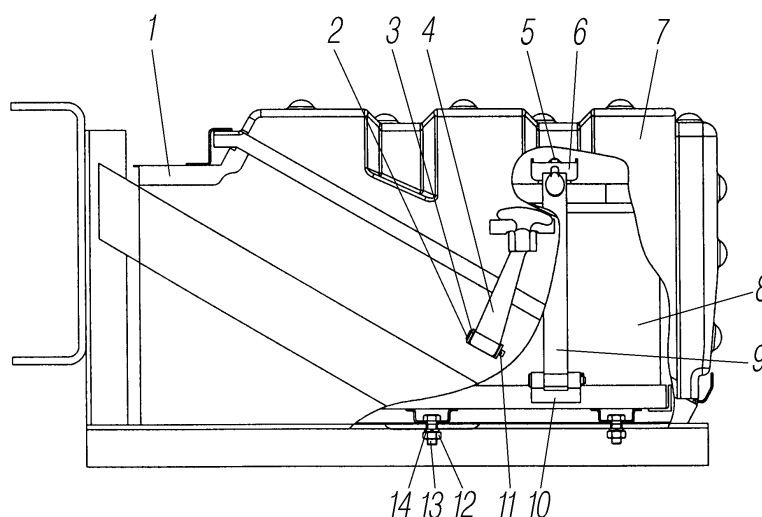

Рис. 65. Крепление аккумуляторных батарей:
**Крепление аккумуляторных батарей.** Аккумуляторные батареи 8 (рис. 65) установлены в контейнере 1 в специальном посадочном гнезде. Батареи после их установки в контейнер крепятся при помощи прижимной планки 6 и стяжек АКБ 9. Прижимная планка 6 притягивается к АКБ гайками 5.